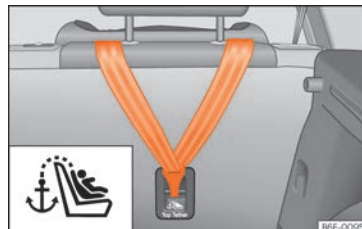

Fig. 29 Parte posterior de los asientos traseros: anillas de sujeción para el cinturón Top Tether.
- Deslice la correa y fíjela correctamente con el anclaje de la parte posterior del respaldo »» fig. 29.